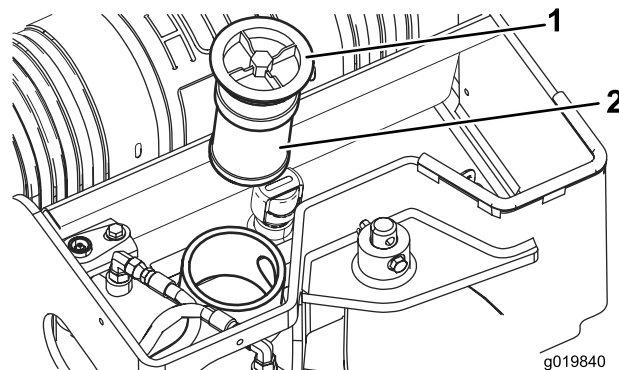

図 60
5. 古いフィルタを外して捨てる 図 60。
6. 新しいフィルタを取り付け、キャップをして上部ボルトを 21.25Nm $2.32.8\text{kg.m}$ $= 200.240\text{inch-lb}$ にトルク締めする 図 60。